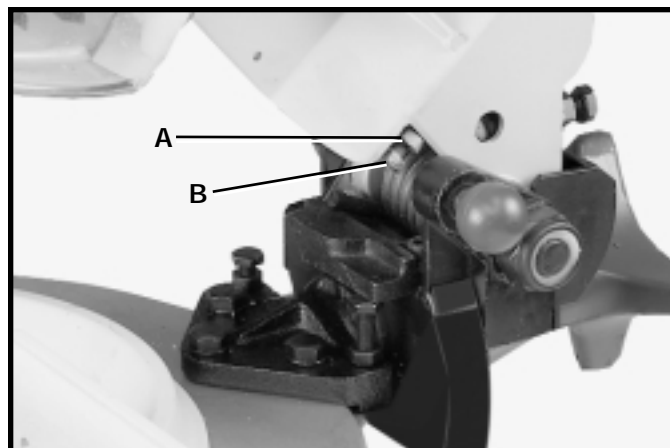

Fig. 25
2. La course vers le bas de la lame de la scie doit être limitée pour éviter que la lame n'entre en contact avec les surfaces métalliques de la machine. Ce réglage se réalise en desserrant le contre-écrou (A) fig. 25, et en tournant dans un sens ou dans l'autre la vis de réglage (B).
4. Une fois la course vers le bas de la lame de la scie réglée, serrez le contre-écrou (A).